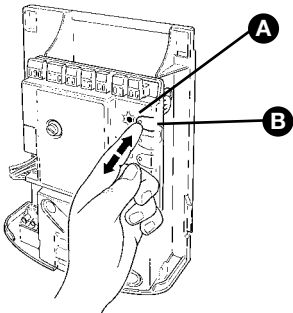

Figura 64
- 1 Premere e tenere premuto il tasto P1 [B] (Figura 64) sulla centrale.